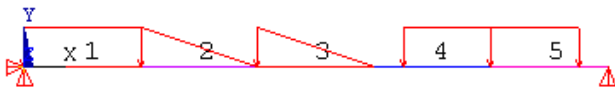

图5.35 施加节点J偏移荷载
(8) 接着选取单元 5，在【Apply PRES on Beams】对话框中设置【Load key】文本框为 1，【Pressure value at node I】文本框中输入【10】，在【Offset from J node】文本框中输入【0.5】，单击【Apply】按钮，结果如图 5.35 所示。可以看出单元 8 上的荷载在 J 节点端有部分偏移。